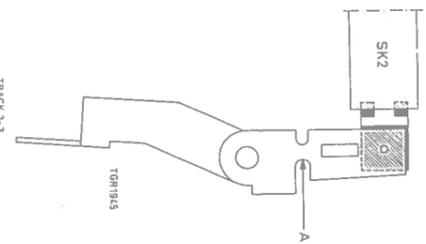

Fig. 18
Pour la bonne position des commutateurs à coulisse de la platine, voir fig. 18 et 19.
Ajustage des commutateurs à câblage imprimé, fig. 18, 19
Ajustage du commutateur de pistes, fig. 18 - fig. 5
- Courber l'équerre de commutation, rep. 170 dans le point A, le tiroir du commutateur occupe la position indiquée fig. 18 dans la position 2-3 du bouton de commutation des pistes.